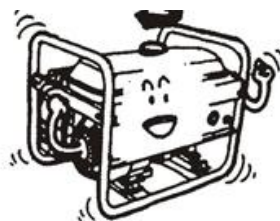

Рис. 16
3.2.4 (Рис. 16). Закрутіть назад кришку паливного бака.